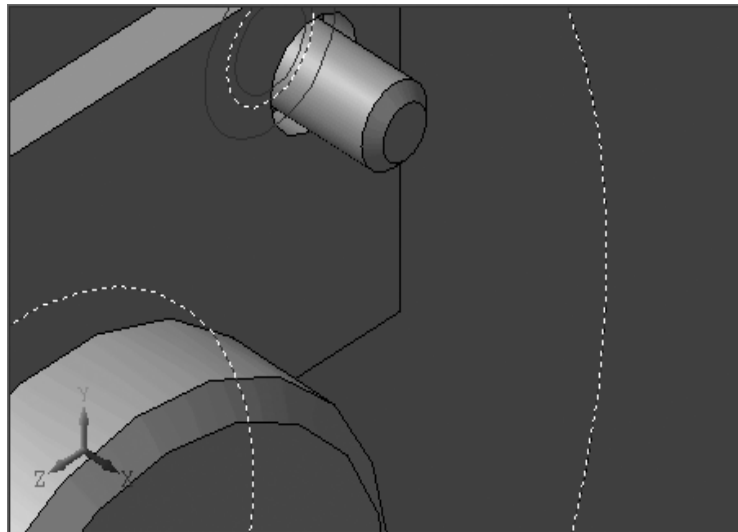

Рис. 6.77. Результат установки болта с шайбой после операции **Совпадение с обратной ориентацией**
- щелкните по кнопке  **Создать объект**, а затем по кнопке  **Прервать команду** на **Специальной панели управления**. Это состояние системы показано на рис. 6.77;